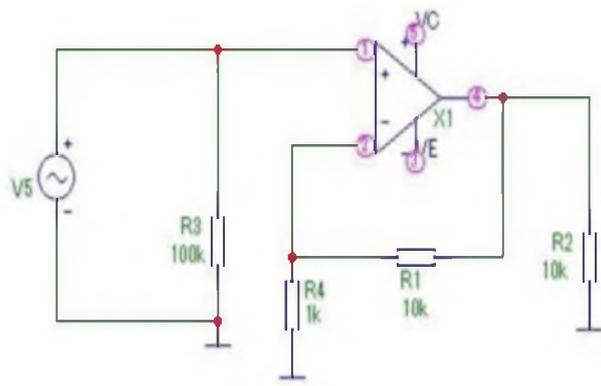

Рис.3
-рис.3;
8. При исследовании схемы, изображенной на рис.3, возможны следующие результаты моделирования: